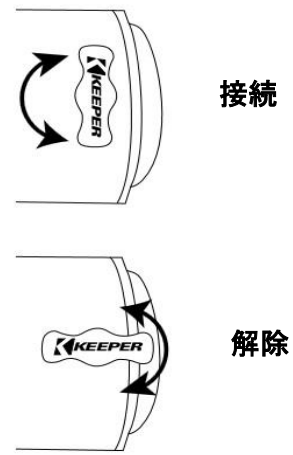

図12
クラッチハンドルを持ち上げて「解除」位置にします(図12を参照)。1. 5mのワイヤーロープをドラムから引き出します。クラッチハンドルを接続位置に戻します。ハンドヘルドのペンダントスイッチを押して、ドラムの回転方向を確認するために、ワイヤーロープを出し入れします。コントローラーには、巻き戻しのための「IN」と、巻放しのための「OUT」というラベルが付けられています。コントローラーを離すと、コントローラーは自動的にオフの位置になります。
- 1.(図12)に示すように、クラッチレバーを“解除”の位置まで持ち上げて回転させます。ワイヤーロープに負荷がかかると、クラッチレバーが回転しにくくなる場合があります。クラッチレバーに力を入れないで下さい。ワイヤーロープの一部を揺り動かしてワイヤーロープの張を解放し、クラッチを解除して下さい。
- 4.クラッチレバーを上げ“接続”位置に回してドラムを再接続します(図12を参照)。